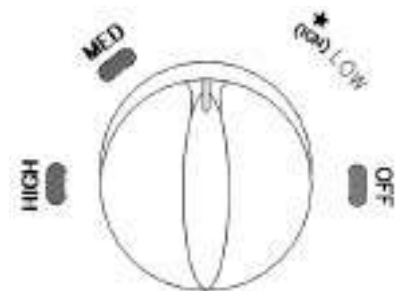

Figure 3 - Bouton de commande du radiateur - RA100NGDGD
- Enfoncer le bouton de commande du radiateur et le tourner dans le sens antihoraire à la position « (IGN) LOW » pour allumer le brûleur (voir la Figure 3).